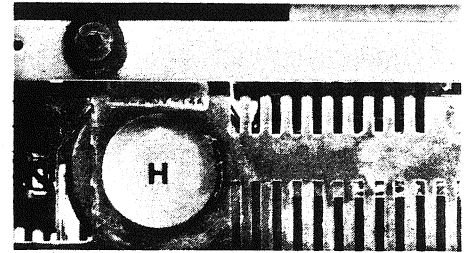
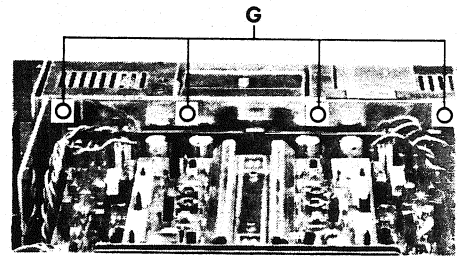

Fig. 2.8
Fig. 2.9
2.9 Dépose de l'alimentation (fig 2.8 et fig 2.9)